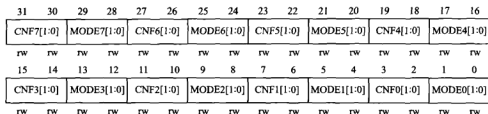

图 6.3.1 GPIO 设备控制寄存器 GPIOx\_CRL
这段程序的流程是: 首先检查由结构体变量 GPIO\_InitStructure 所传入的参数是否正确, 然后对 GPIO 寄存器进行“读出→修改→写入”操作, 完成对 GPIO 设备的设置工作。显然, 结构体变量 GPIO\_InitStructure 所传入参数的目的是设置对应 GPIO 设备的寄存器。而 STM32 的参考手册对关于 GPIO 设备的设置寄存器的描述如图 6.3.1 所示。
图 6.3.1 中, 位 31:30、27:26、23:22、19:18、15:14、11:10、7:6、3:2, 在输入模式(MODE[1:0]=00):00 表示模拟输入模式, 01 表示浮空输入模式(复位后的状态), 10 表示上拉/下拉输入模式, 11 表示保留; 在输出模式(MODE[1:0]>00):00 表示通用推挽输出模式, 01 表示
- GPIO\_Pin\_4 被宏替换为 0x0010,对应图 6.3.1 可看出其用于选择配置 GPIOx\_CRL 的[19;16]位,分别为 CNF4[1:0]、MODE4[1:0]。